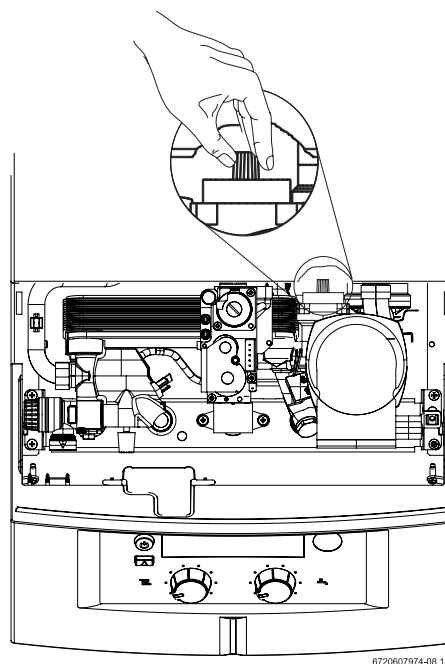

Fig. 19 Purgador automático
- ▶ Para evacuar o ar do aparelho utilizando o purgador automático que incorpora, abrir a tampa do purgador automático (ver Fig. 19).